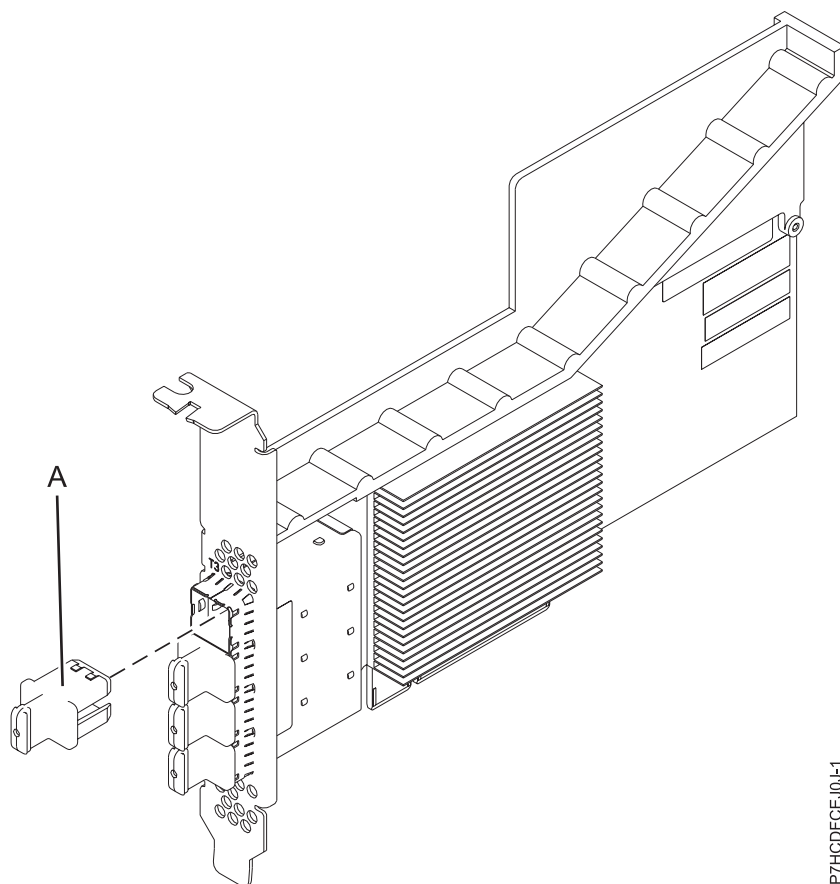

Figura 50. Adaptador PCIe3 RAID SAS, de cuatro puertos y altura reducida, de 6 Gb
El adaptador PCIe3 RAID SAS, de cuatro puertos y altura reducida, de 6 Gb es un adaptador PCI Express (PCIe) de generación 3 RAID SAS con un factor de forma corto y altura reducida. El adaptador se utiliza en aplicaciones SAS (SCSI con conexión en serie) de alto rendimiento y alta densidad. Admite la conexión de disco SAS y cinta SAS utilizando cuatro miniconectores SAS de alta densidad que permiten utilizar enlaces físicos en diversas configuraciones de puerto estrecho y puerto ancho. El adaptador de conexión a unidad de cintas SAS solo se puede utilizar en una configuración con un solo adaptador y no se puede combinar con discos SAS en el mismo adaptador. El adaptador no tiene memoria caché de escritura. La Figura 50 en la página 143 muestra el adaptador PCIe3 RAID SAS, de cuatro puertos y altura reducida, de 6 Gb.
La Figura 50 en la página 143 muestra el adaptador. El conector (A) se instala en un puerto vacío e impide daños en ese puerto cuando se conecta o retira un cable para los conectores de puerto adyacentes.